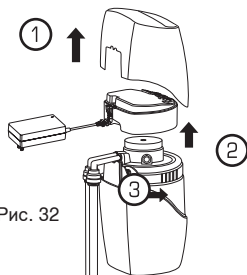

Рис. 32
3. **Снимите крышку** ①. Снимите электронный модуль ②. Возьмите инструмент для демонтажа ③ (рис. 32)